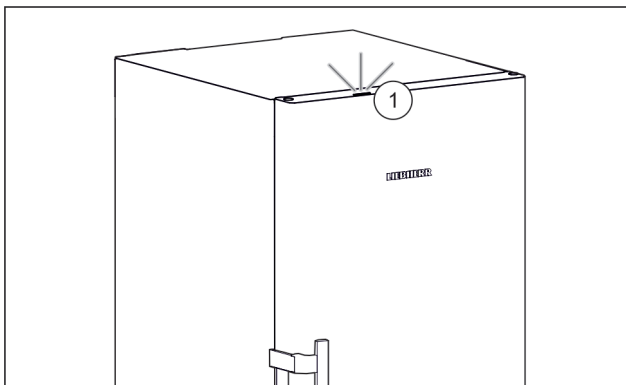

Fig. 36 Активне підсвічування стану, коли дверцятка зачинено
- ▷ Підсвічування стану Fig. 36 (1) активовано.